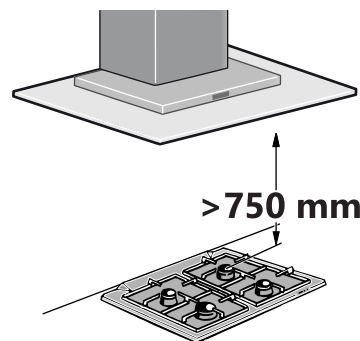

図2: ガスコンロ
- ガスコンロ(ゴトク上端)とレンジフード下端の距離(図2参照)750mm。